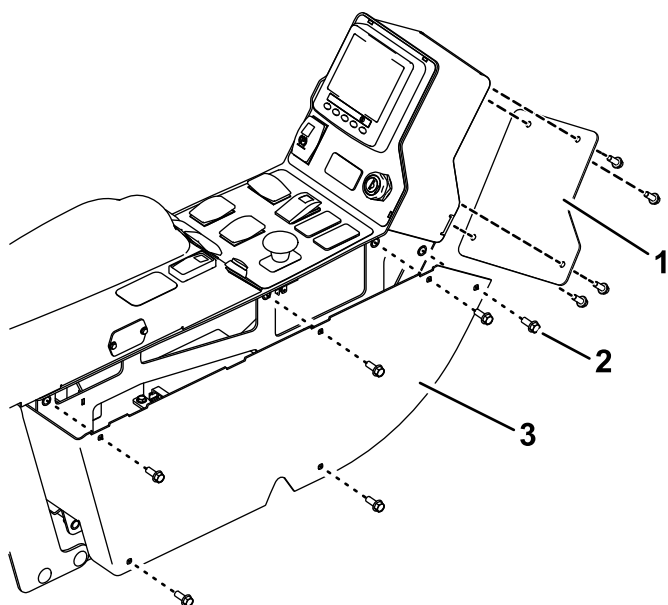

Figura 3
1. Rimuovete i 6 bulloni dal pannello laterale e rimuovetelo dalla consolle (Figura 3).
2. Rimuovete i 4 bulloni dal pannello posteriore e rimuovetelo dalla consolle (Figura 3).
3. Montate i pannelli posteriore e laterale sulla consolle utilizzando i bulloni rimossi in precedenza (Figura 3).